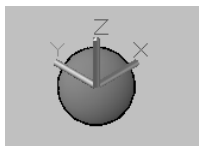

图 9-91 文件中存在的球体
(1) 打开随书光盘“CH9”文件夹中的“BD_三维矩形阵列.dwg”文件, 文件中包含一个球体实体, 如图 9-91 所示。
(2) 单击“三维阵列”按钮 , 或者选择“修改”菜单中的“三维操作”→“三维阵列”命令, 接着根据命令行的提示来执行如下操作。